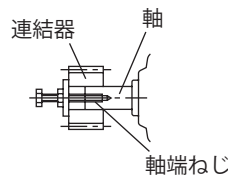

図 E8
- 焼バメまたは軸端ねじを利用した取り付け (図 E8) を推奨します。